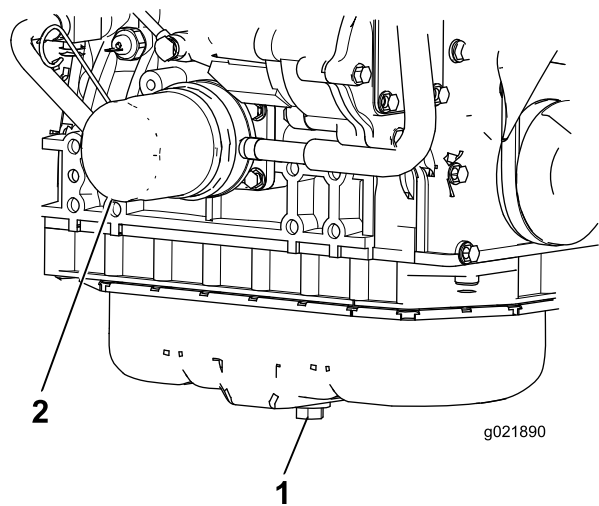

Figura 51
1. Retire el tapón de vaciado del aceite de motor (Figura 51) y deje fluir el aceite a un recipiente apropiado. Una vez que se haya vaciado todo el aceite, coloque el tapón de vaciado.
2. Retire el filtro de aceite (Figura 51). Aplique una capa ligera de aceite limpio al filtro nuevo antes de enroscarlo. **No apriete demasiado.**